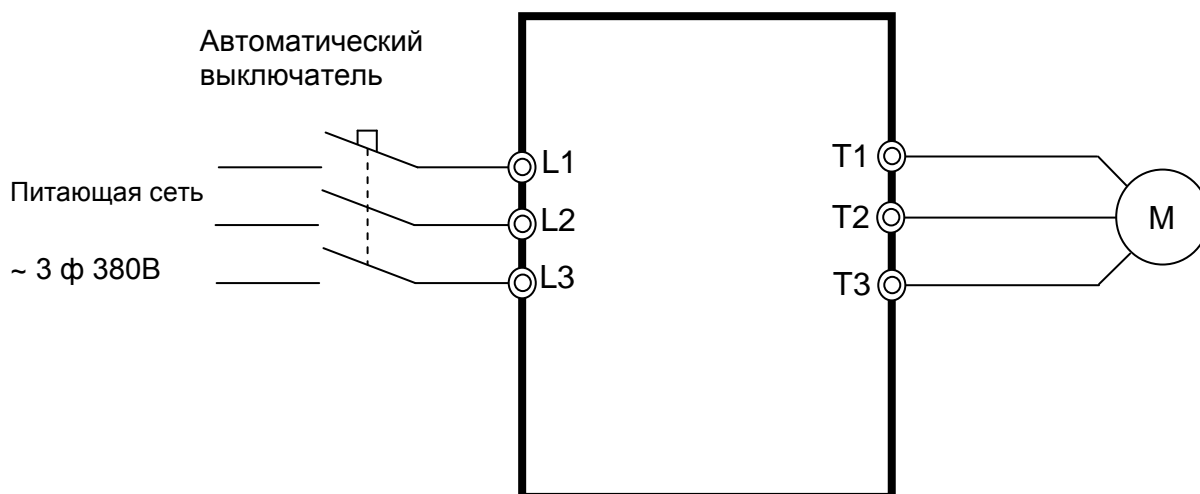

Рис. 8.2 Схема подключения ПЧ E5-8200-F
8.2. Подключить проверяемый преобразователь частоты по схеме, приведенной на рис. 8.2.